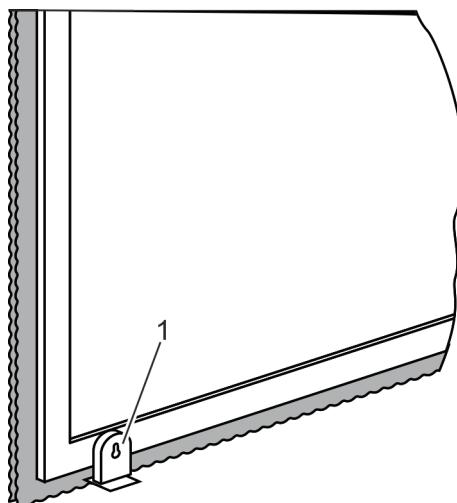

Рис. 41 Напольное блокировочное устройство (пример)
- Выровнять створку относительно напольного блокировочного устройства (рис. 41).
- Разблокировать напольное блокировочное устройство (рис. 41/1) для створок. Заблокировать напольное блокировочное устройство (рис. 41/1), повернув его на два полных оборота.